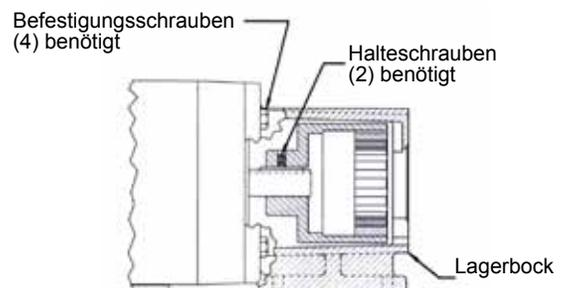

ABBILDUNG 14
den äußeren Magneten visuell zu inspizieren. Wenn ein Ausbau notwendig ist, beginnen Sie mit dem Entfernen der (4) Befestigungsschrauben (siehe Abbildung 14) und trennen Sie den Lagerbock von dem Motor oder dem Lagerträger. Lösen Sie die Halteschraube an der Motorwelle (oder Lagerträgerwelle) und ziehen Sie die äußere Magneteinheit ab. Wenn die Einheit mit einem Lagerträger ausgestattet ist, bedürfen die Lager keiner Wartung, da diese gekapselt sind. Wenn notwendig, können diese nach Entfernen des einzelnen inneren Halterings (**siehe Abbildung 8**) und durch nachfolgendes Ausdrücken der Welle und der Lager aus dem Gehäuse ausgebaut werden. Entfernen Sie die äußeren Halteringe von der Welle, um die Lager auszubauen.